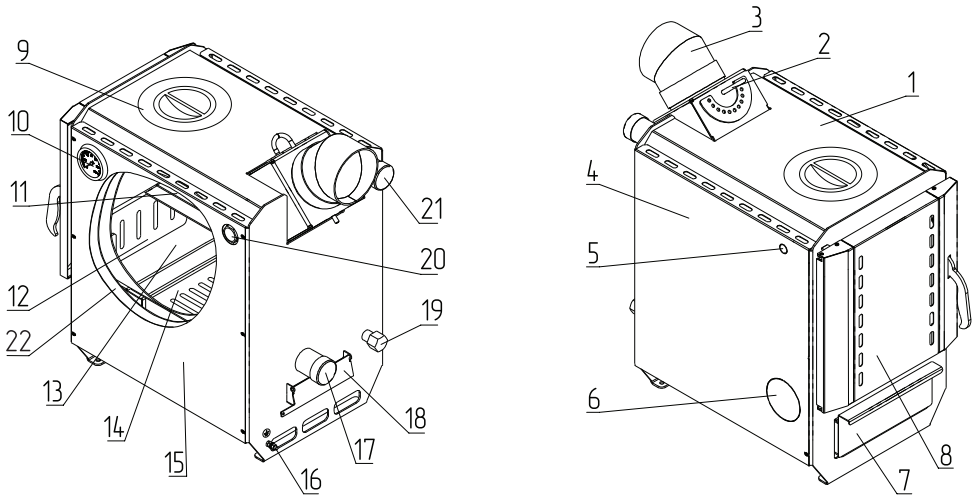

Рис.1 Устройство аппарата ZOTA Vox 8
- Эксплуатировать аппарат без установленного зольного ящика (**Рис.1, Рис.2, поз.7**);